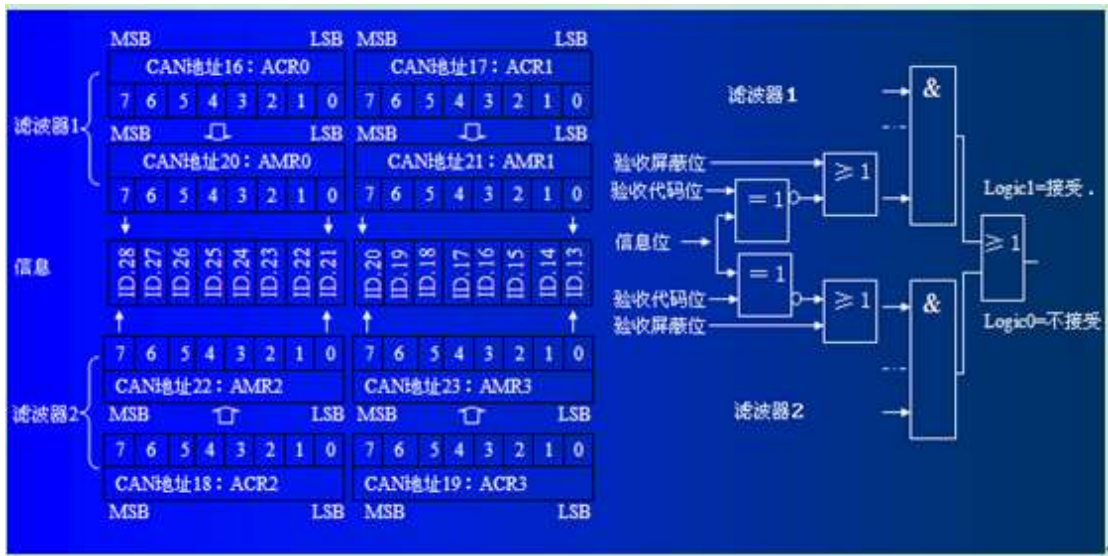

图 4 扩展帧双滤波示意图
**扩展帧：**对于扩展帧，定义的两个滤波器是相同的。两个滤波器都只比较扩展识别码的前两个字节（ID.28到ID.13），而不是全部的29位标识。如图 4 所示。为了能成功接收信息，一组滤波器的单个位的比较时均要表示为接收。两组滤波器至少有一组表示接收该帧才会被接收。